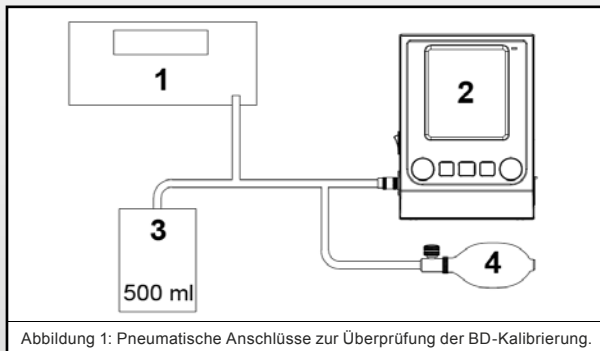

Abbildung 1: Pneumatische Anschlüsse zur Überprüfung der BD-Kalibrierung.
- 9.4.1.6 Stellen Sie die erforderlichen Verbindungen unter Verwendung der Materialien her, die in der Liste der benötigten Geräte aufgeführt sind. Siehe Abbildung 1 für pneumatische Anschlüsse.